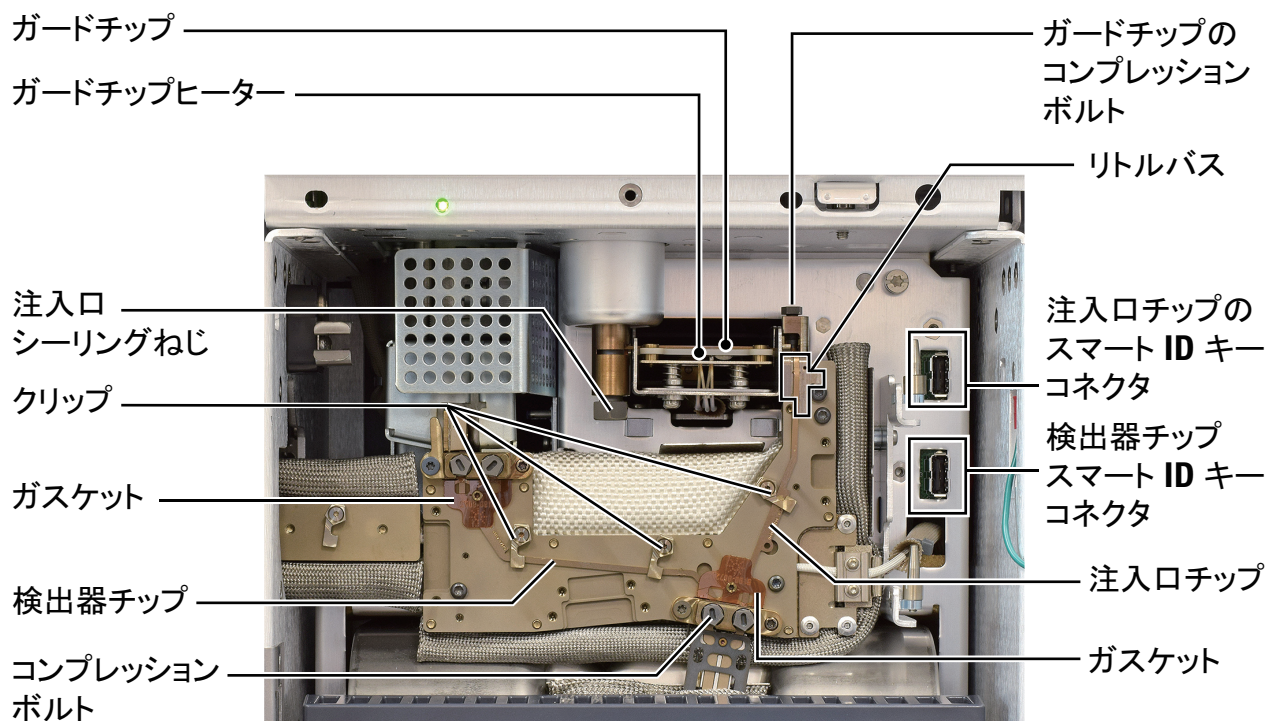

図 10 Intuvo GC バスコンポーネント (スプリット / スプリットレス注入口と D1 チップを表示)
- d トルクドライバを使用して、注入口チップをバスに固定しているクリップを開きます。図 10 を参照してください。
- e 新しい注入口チップの向きを合わせます。注入口チップの下部コネクタを検出器チップのスマート ID コネクタワイヤの後ろにスライドさせ、下部コネクタをバス上のコラムフィッティングに挿入します。次に、上部コネクタをリトルバスのポケットに挿入します。図 10 を参照してください。
- i 注入口チップのスマート ID キーを、バスの右の下側ソケットに挿入します。図 10 を参照してください。